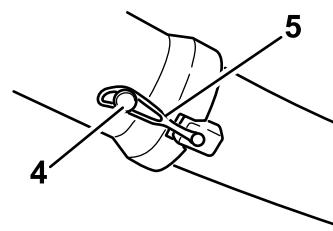

Figura 25
- Introduzca el extremo curvo del tubo de descarga en el orificio de la tapa del ensacador (Figura 25).
- Coloque el extremo abocinado del tubo de descarga sobre el extremo del conducto. Enganche la correa de goma del conducto alrededor de la clavija del tubo de descarga (Figura 25).